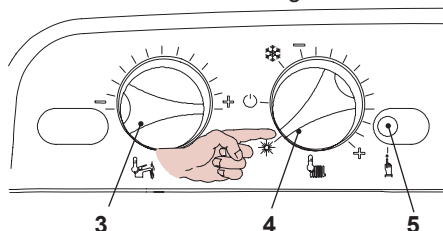

Fig. 7.2
- Posizionare le manopole del pannello comandi come indicato in Fig. 7.2.
- Per entrare nella modalità Spazzacamino bisogna entrare in programmazione premendo per 15 secondi il pulsante di ripristino 5 in Fig. 7.2 fino alla comparsa del parametro **P01**.
- Premere il pulsante di ripristino 5 in Fig. 7.2, per lo scorrimento dei vari parametri sino al raggiungimento del parametro valido per il settaggio della modalità Spazzacamino. Sul display LCD compare la seguente visualizzazione (la sequenza **P09** si alterna a **00**).